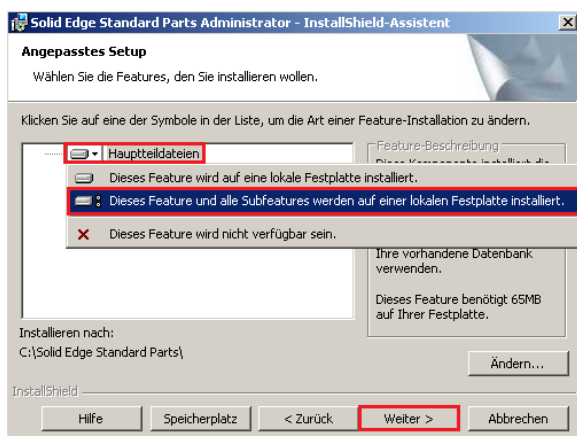

Abbildung 6
- 3.4. In den Solid Edge Versionen vor ST9 können Sie nur alle Hauptteile auswählen (Abb. 6) und diese nicht wie in *Punkt 3.5.* beschrieben, einzeln auswählen. Dieses führt zu einem etwas höheren Aufwand um die Datenbank in *Schritt 5* zu bereinigen, ändert jedoch nicht grundlegend etwas an der Vorgehensweise. Bei den Versionen vor ST9 entfällt dementsprechend *Schritt 3.5.*